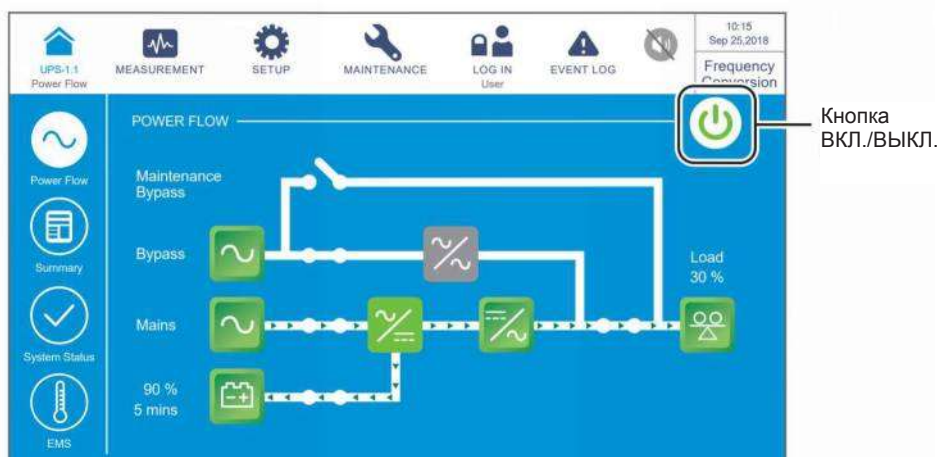

Рисунок 6-57: Экран режима преобразования частоты и кнопка ВКЛ./ВЫКЛ.
- 1.) В режиме преобразования частоты на ЖК-дисплее отображается следующий экран (**Рисунок 6-57**), а трехцветный светодиодный индикатор горит зеленым. Расположение трехцветного светодиодного индикатора см. на **Рисунке 2-11**.